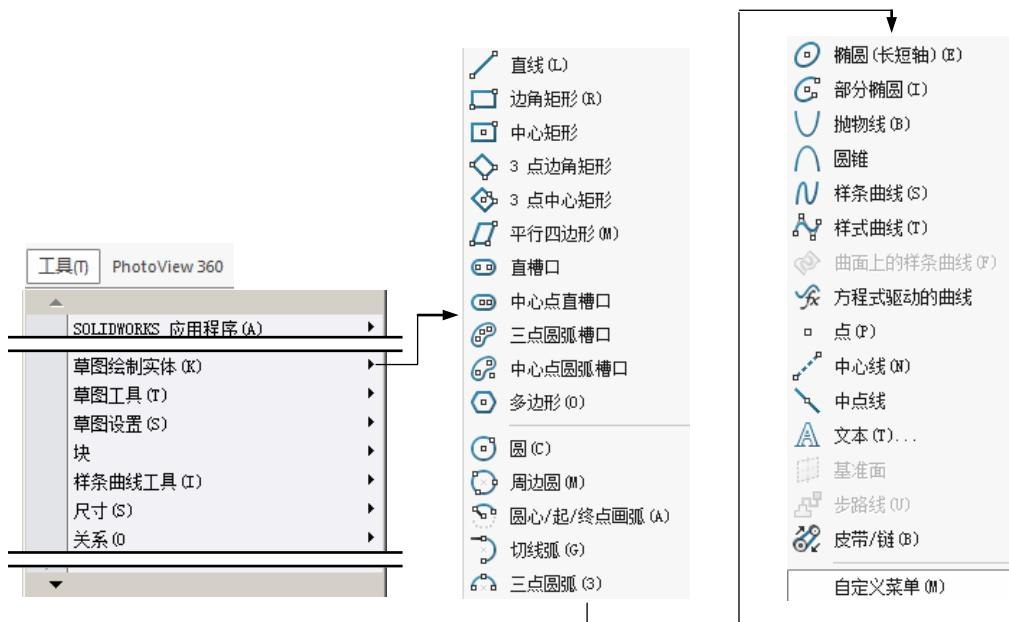
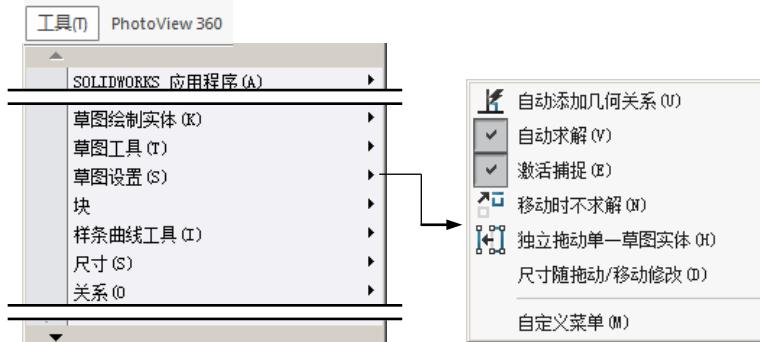

图 4.4.1 “草图绘制实体”子菜单
图 4.4.3 “草图设置”子菜单
工具(T) 下拉菜单是草绘环境中的主要菜单，它的功能主要包括约束、轮廓和操作等(图4.4.1~图4.4.3)。